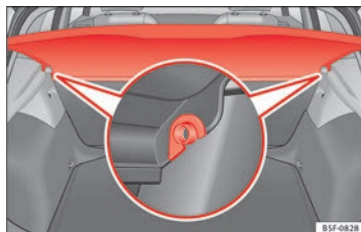

Fig. 164 En el maletero: desmontar y montar la bandeja.
- Desenganche la bandeja de los soportes laterales » **fig. 164** tirando de ella hacia arriba y extraiga la bandeja.
- Introduzca la bandeja horizontalmente haciendo coincidir la “herradura” sobre el eje de los soportes » **fig. 164**, y presione hacia abajo hasta que encastre.